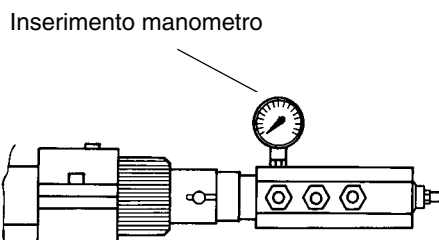

Fig. 25
- 9 La pressione di alimentazione ugello è già pre-tarata in fabbrica e non deve essere cambiata. Solo se necessario, regolare la pressione di alimentazione (vedi relativo paragrafo) nel modo seguente: inserire un manometro nella posizione indicata in Fig. 25 agire sulla vite di regolazione **VR** della pompa (vedi Fig. 24 e pag. 18) fino ad ottenere una pressione all'ugello pari a 25 bar (vedere grafico a pag. 36);